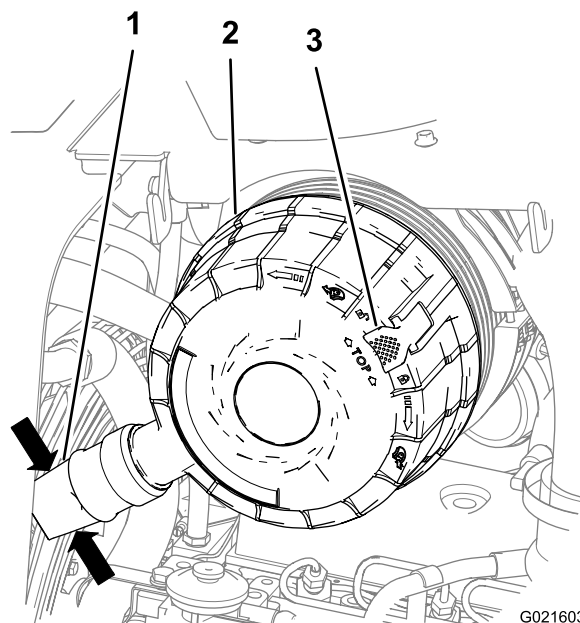

Figura 78
3. Aperte as laterais da válvula de descarga de poeira na tampa do purificador de ar para liberar eventual acúmulo de água, poeira ou sujeira da válvula. (Figura 78).
5. Puxe para fora o fecho da tampa do purificador de ar (Figura 78).